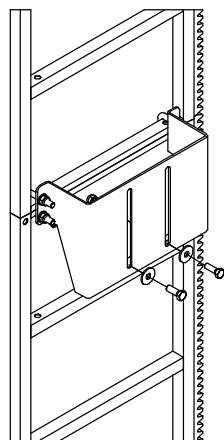

Abb. 11
6. Beim Hochsteigen die Verbindungsschraube (M12) zwischen den Leiterzahnstangen-Verankerungen und Turmstützhalterungen mit Drehmoment 12 Nm für CE (50 Nm für AEEO) festziehen (siehe Abb. 11).